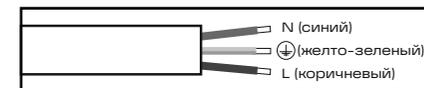

Рис. 5
- Выполните электрическое подключение осветительного прибора согласно рис. 5 или 6 (для версии с DALI 2.0).